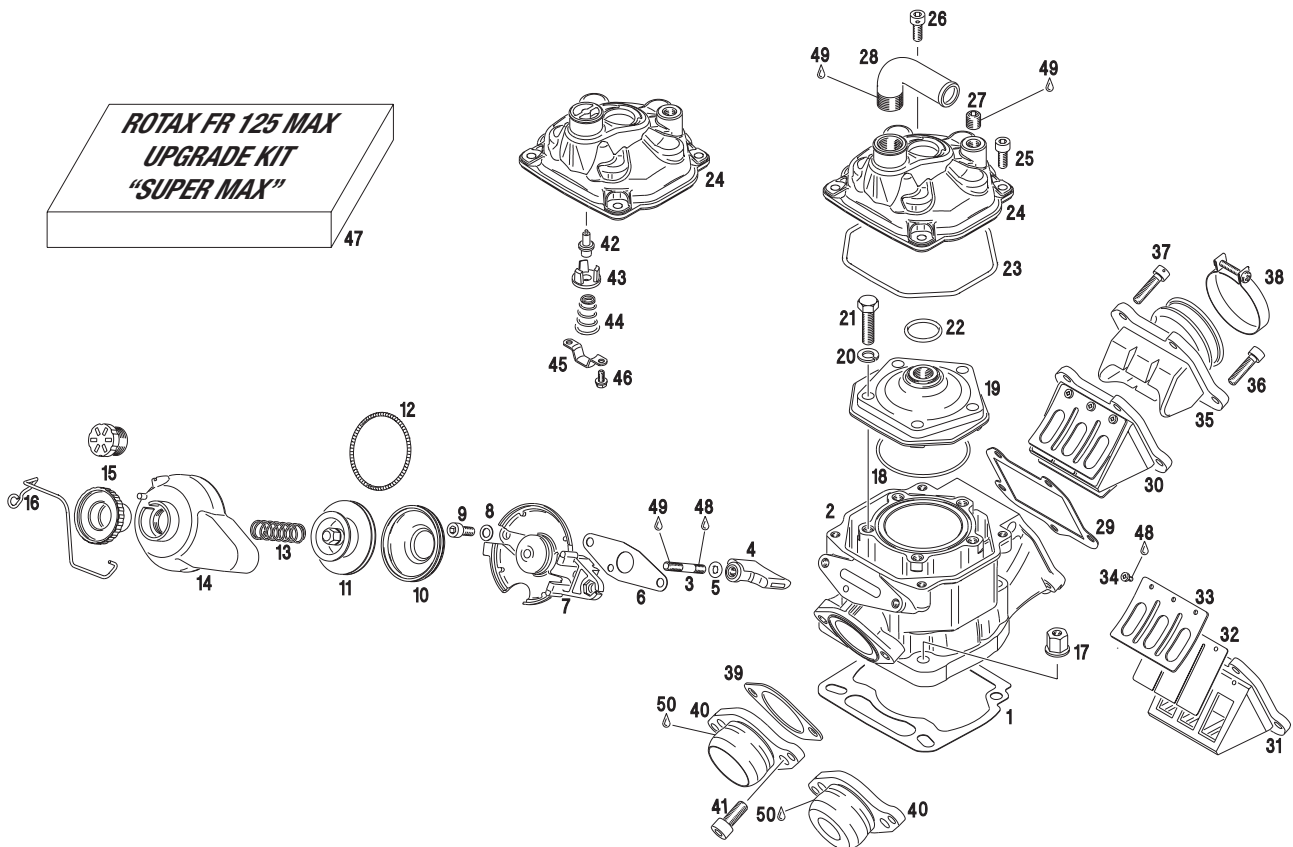

Bild 17
- ◆ **Hinweis:** In der Grundeinstellung ist die Einstellschraube (Pos. 15) so weit eingeschraubt, daß sie eben mit dem Bund der Schieberabdeckung (Pos. 14, Bild 17) ist. Diese Einstellung ist großteils optimal.